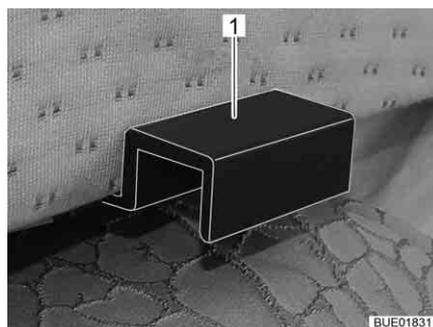

Fig. 127 Supporti cuscini aggiuntivi
- Agganciare il cuscino aggiuntivo con i supporti (Fig. 127,1) nei diaframmi del letto singolo, in modo che si formi una superficie utile chiusa.